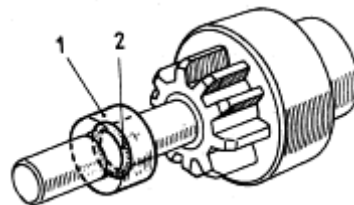

Figura 50:Forquilha e pinhão de ataque ([6])
Extraída a forquilha, já podemos iniciar a desmontagem do pinhão de ataque. A figura 50 indica como está fixado este conjunto. É necessário destacar a existência de uma chumaceira de impulso (1), que está fixada a um anel de retenção (2), que impede a saída do pinhão e do seu mecanismo. A extracção destas peças vai libertar o induzido.